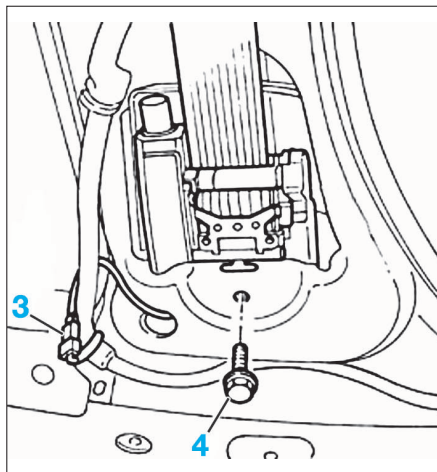

FIG. 19
- Débrancher le connecteur (3) du prétensionneur, puis déposer la vis de fixation (4) (Fig.19).